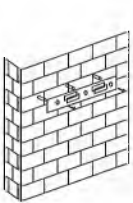

Рис. 2
3. Вставити в отвори дюбелі. Закріпити встановлювальну планку на стіні, див. Рис. 2.